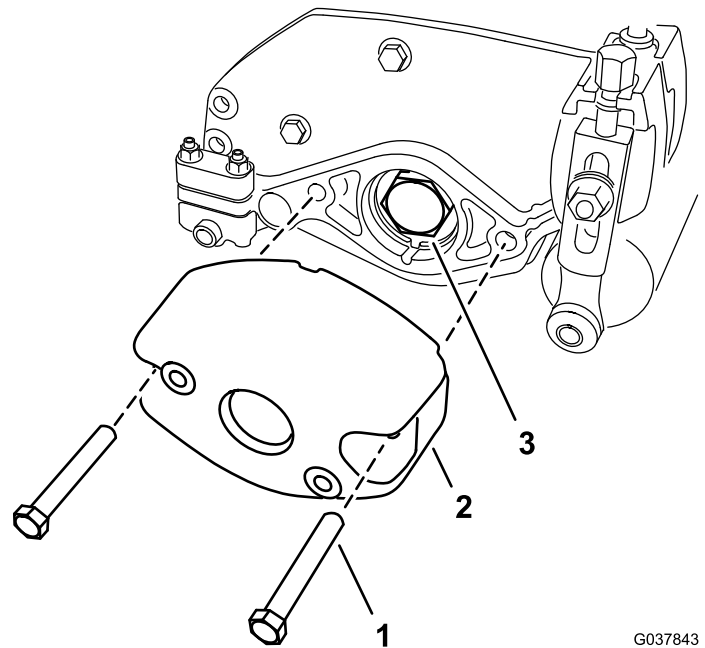

Figure 4
1. Retirez les 2 boulons (5/16" x 2¹/₄") des 2 écrous (retenus par la plaque latérale) qui fixent le contrepoids sur la plaque latérale de l'unité de coupe. Déposez le contrepoids (Figure 4).
3. Retirez l'écrou de roulement de l'arbre du cylindre (Figure 4).